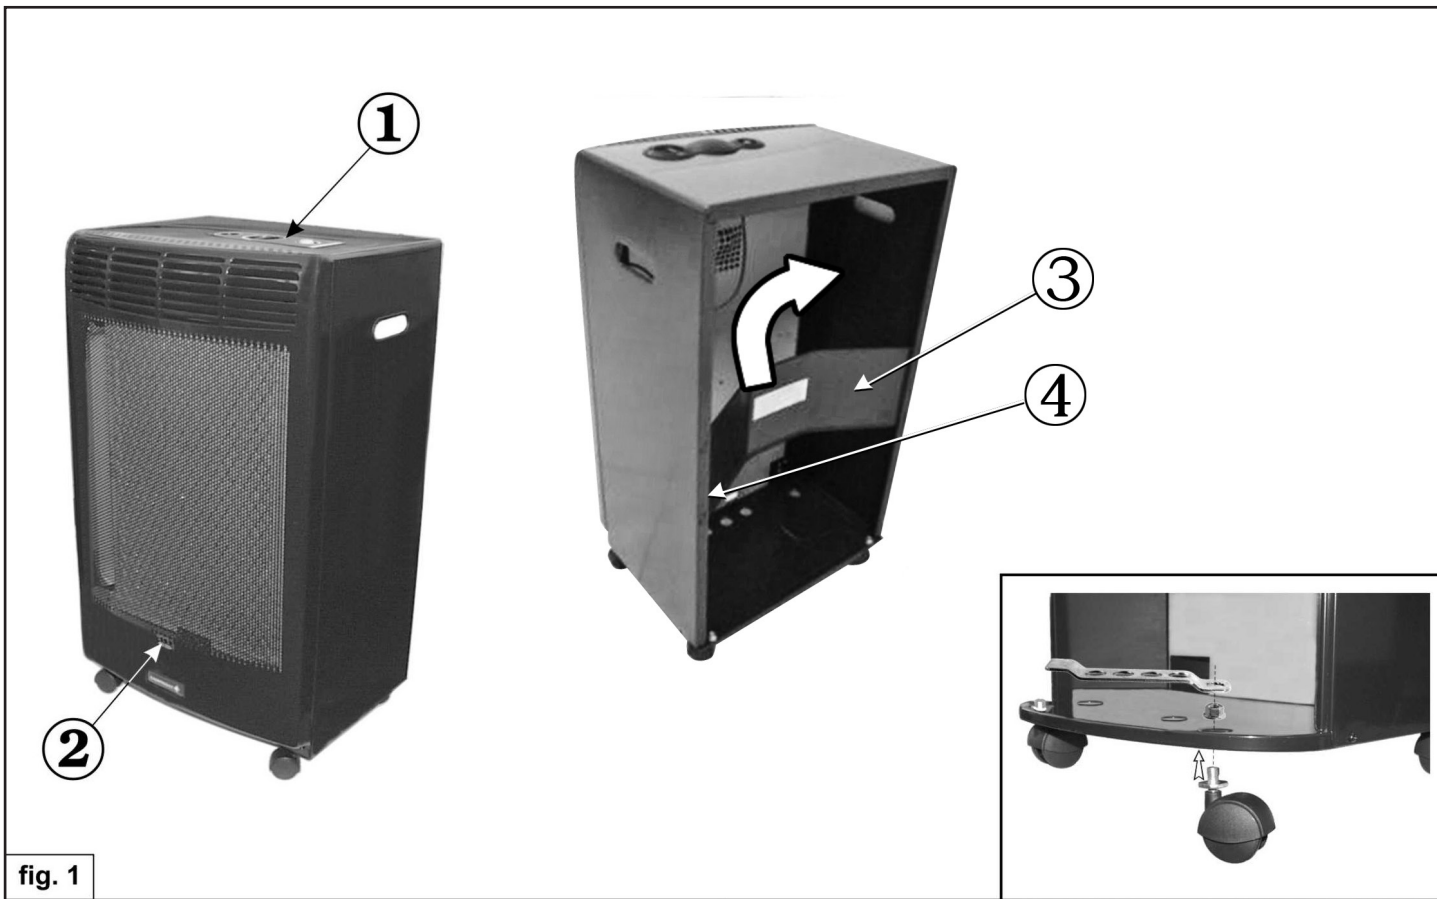

fig. 1
Le montage des 4 roues sous l'appareil est obligatoire avant son utilisation. Utilisez une clé de 13 (voir Fig. 1)
- Ouvrir l'arrière de l'appareil.(fig.1 repère 3)
Remarque: Si l'appareil est neuf, retirez le serre-câble en plastique (Figure 1 numéro 4), lever et retirer la plaque arrière (3).